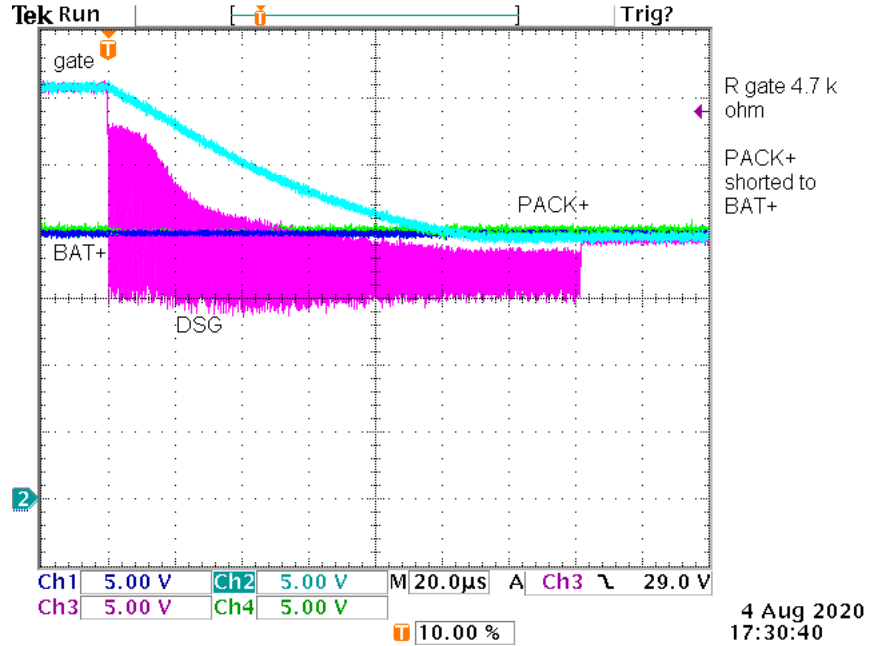

図 8-8. 4.7kΩ の直列のゲート抵抗を使用し、PACK+ コネクタをスタックの上部に短絡した低速ターンオフのケース
4.7kΩ の直列ゲート抵抗と、スタックの最上位と短絡した PACK+ コネクタを使用した低速ターンオフを図 8-8 に示します。